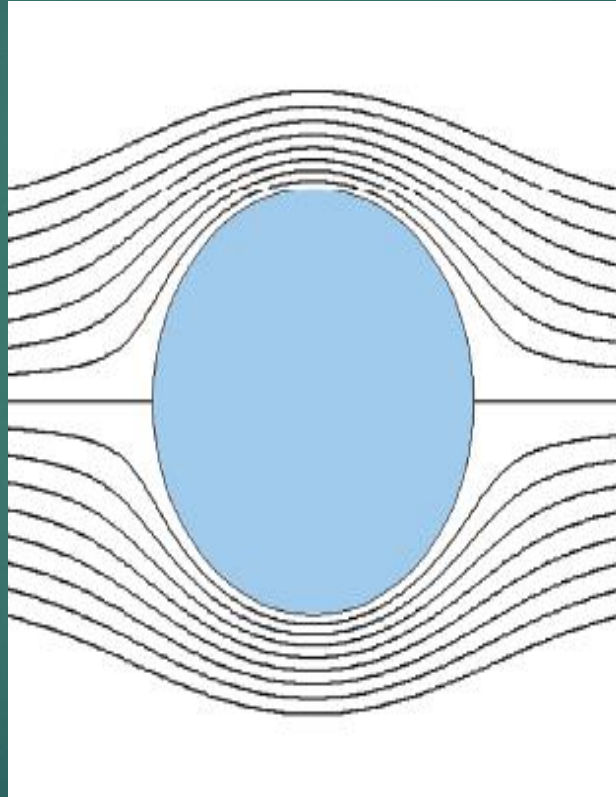

Figura 2
- ▶ Próximas das fronteiras sólidas as linhas de correntes são paralelas aquela fronteira (Figura 2).